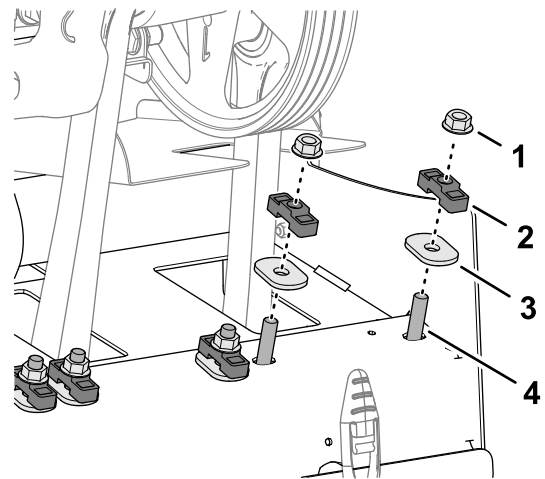

Figura 132
1. Retire las 2 contratuercas con arandela prensada que fijan el eje del amortiguador Roto-Link al bastidor trasero de la máquina (Figura 132)